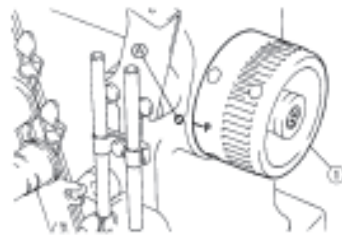

Fig. 2
A. When the needle bar is in the highest position, the mark P on the handwheel (item 1) should meet mark A (see Fig. 2).
A. Cuando la barra de la aguja esta en la posición alta, la marca P en el volante (artículo 1) debe alinearse con la marca A (vea Fig. 2).